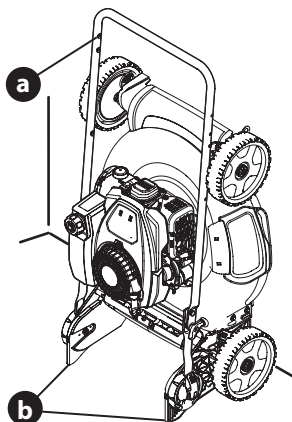

Figure 38
6. Tenez le guidon (a) et relevez la tondeuse pour qu'elle repose sur ses roues arrière et sur les supports du guidon (b). Voir Figure 38.